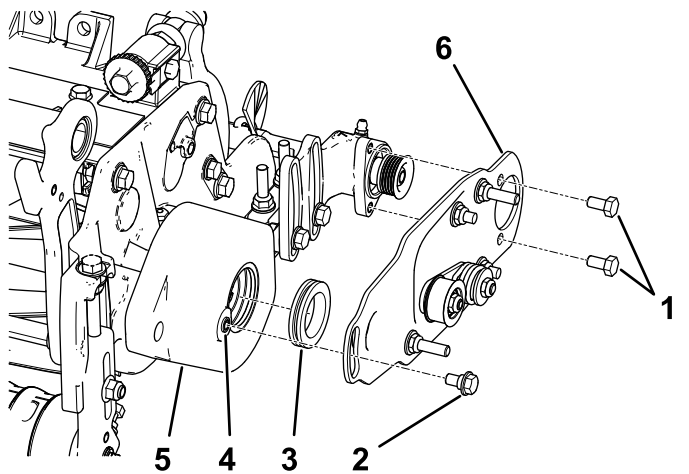

Figura 10
2. Aplique uma película de massa lubrificante no diâmetro interior do olhal, na caixa da escova do rolo (Figura 10).
3. Instale a placa articulada da escova do rolo do lado esquerdo ou direito (Figura 10).
Nota: Certifique-se de que o conjunto da polia intermédia está instalado na parte inferior, como se mostra na Figura 10.
4. Aplique adesivo de roscas nos dois parafusos (5/16 x 1/2 pol.) e utilize-os para montar a placa da escova na caixa de rolamentos da escova do rolo (Figura 10).
5. Limpe qualquer tinta das roscas da estrutura da escova do rolo utilizando uma torneira 5/16 pol.-18 antes de aparafusar no parafuso com olhal (Figura 10).
6. Aplique adesivo de roscas ao parafuso com olhal (Figura 10).
7. Prenda a placa da escova na caixa da escova do rolo com o parafuso com olhal (Figura 10).